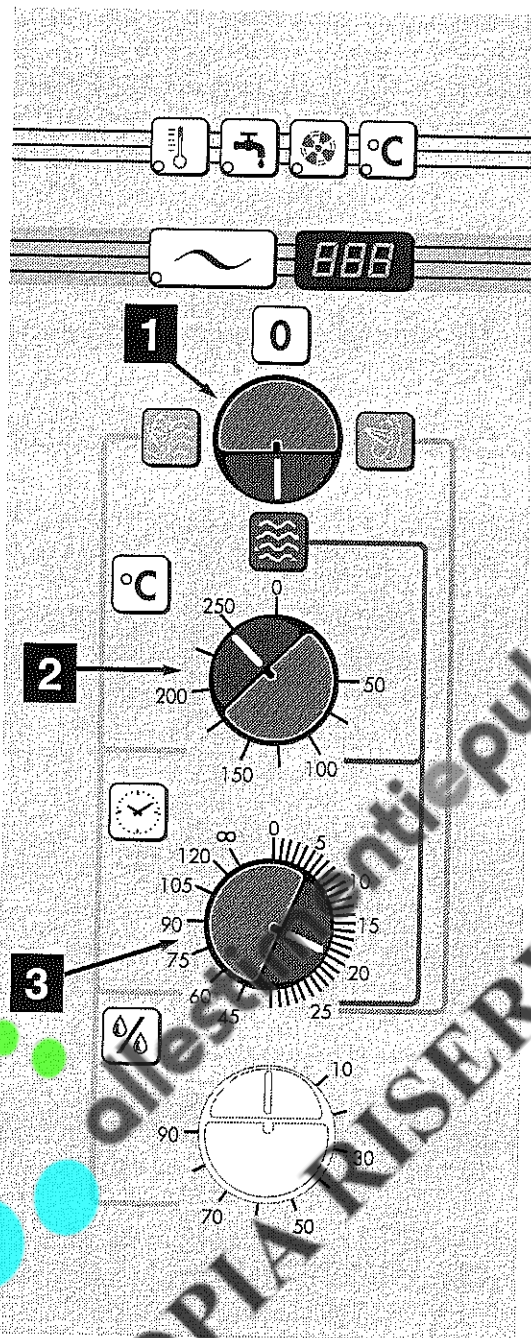

Fig. 13
- ruotare la manopola 1 (fig. 13) sul modo di cottura CONVEZIONE